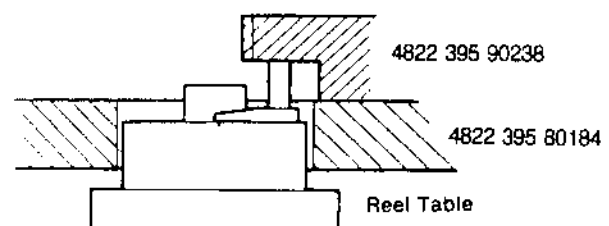

Fig. 2-7
- Das Mikrometer auf den Rand des Wickeltellers legen, siehe Fig. 2-7 und die Anzeige ablesen. Anschließend die gleiche Messung bei dem anderen Wickelteller durchführen.